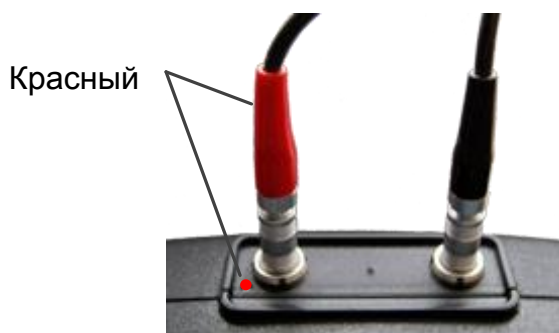

Рисунок 3
- Раздельно-совмещенные (PC) преобразователи (тип D) подключаются с помощью двойного кабеля LEMO-LEMO. Разъем, обозначенный красной точкой, служит для подключения передающего пьезоэлемента, немаркированный – приемного пьезоэлемента (рисунок 3).